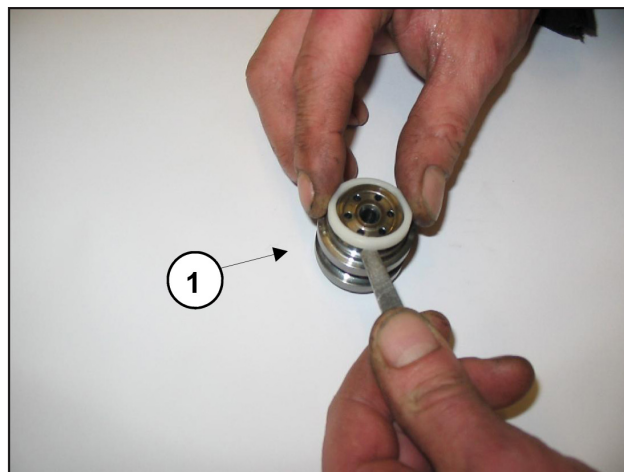

Fig. 25
- Extraer las sedes de la válvula ① como se indica en la Fig. 25, controlar el desgaste de los componentes y sustituirlos si es necesario.